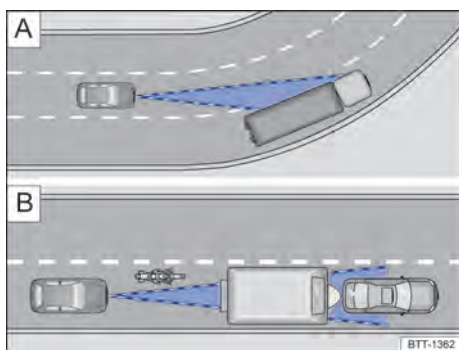

Fig. 101 A) Condução em curva. B) Veículos fora da área de alcance do sensor do radar
O sensor de radar frontal sempre realiza as medições em sentido reto. Por isso, veículos em curvas fechadas podem ser acidentalmente detectados ou veículos à frente podem não ser detectados → Fig. 101 A).
- Veículos que conduzem fora da área do sensor em pequena distância do próprio veículo, por exemplo, motocicletas → Fig. 101 [B].